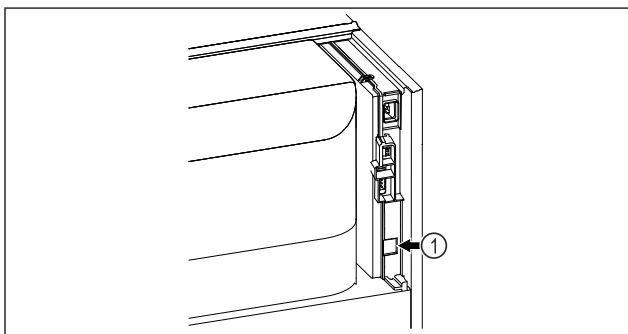

Fig. 144
- Le SmartModule Fig. 144 (1) est installé.